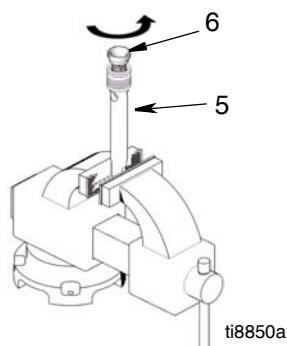

Рис. 6
- (Рис. 6) Скрутите клапан поршня (6) со штока поршня (5). Очистите и осмотрите детали. Резьба поршня покрыта специальной герметизирующей и фиксирующей пастой. Не удаляйте эту пасту. Количество пасты достаточно для четырехкратной процедуры разборки и сборки, прежде чем потребуется нанесение состава Loctite® на резьбы.